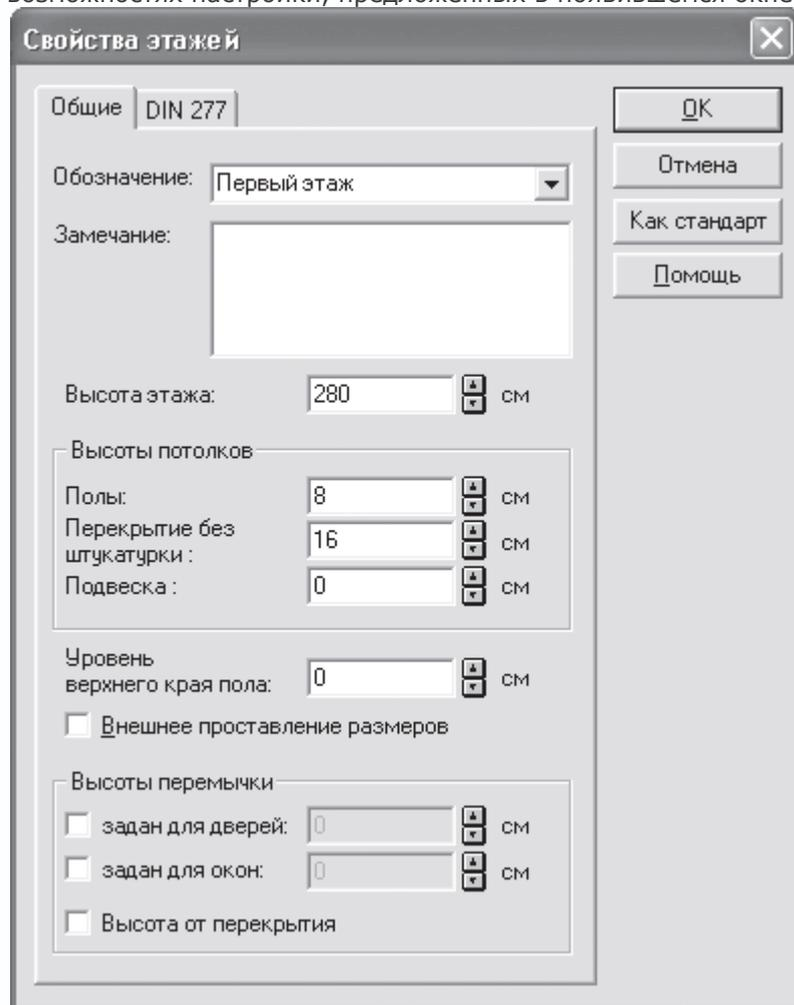

Рис. 3.23. Окно Свойства этажей
1. Начнем работу с создания нового проекта, для чего выполните команду Файл → Новый или воспользуйтесь кнопкой Новый проект на горизонтальной панели инструментов. Теперь уже, полагаю, настало время более подробно остановиться на возможностях настройки, предложенных в появившемся окне (рис. 3.23).
Поскольку в окне настроек текущего этажа (см. рис. 3.23) мы устанавливали флажок Внешнее проставление размеров, то вокруг плана под кромками листа чертежа будет сформировано большое количество размерных линий, образующих контур здания. Чтобы отключить отображение всех этих размеров, отожмите кнопку Размеры вкл./выкл.